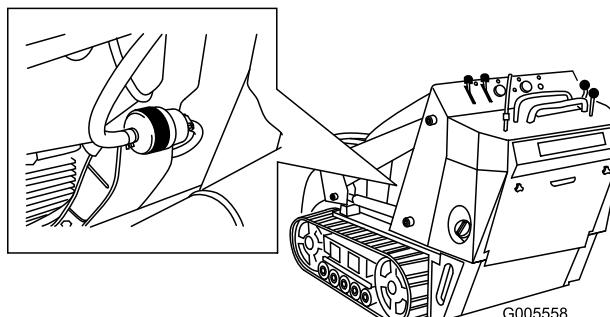

Figura 42
5. Bloquee los tubos de combustible en ambos lados del filtro de combustible (Figura 42).
- Apriete los extremos de las abrazaderas y deslícelas por el tubo alejándolas del filtro (Figura 42).